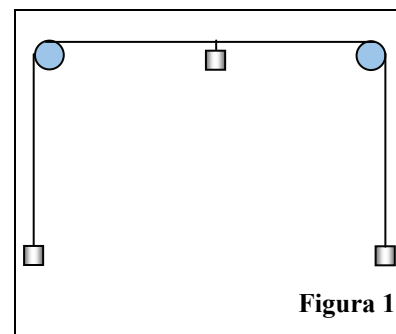

Figura 1
1. Un fir ideal este așezat peste doi scripeți ideali de dimensiuni foarte mici, fixați la distanța  $2\ell$  unul față de altul, pe aceeași orizontală. La capetele firului sunt legate două corpuri cu masele  $m$ , egale. Un al treilea corp, tot de masă  $m$ , se prinde de mijlocul porțiunii orizontale a firului, între cei doi scripeți. La momentul inițial, întregul sistem se menține în repaus, ca în Figura 1. Se eliberează sistemul.